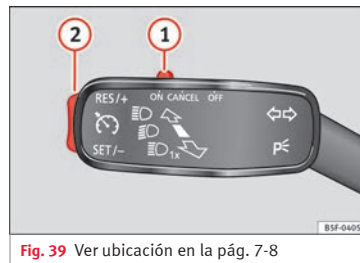

Fig. 39 Ver ubicación en la pág. 7-8
- Conectar el GRA: desplace el conmutador » » **fig. 39 1** hasta **ON**. El sistema está encendido. El sistema no regula al no haber programado ninguna velocidad.
- Activar el GRA: pulse el botón » » **fig. 39 2** en la zona **SET/-**. La velocidad actual se memoriza y regula.
- Desconectar el GRA temporalmente: desplace el conmutador » » **fig. 39 1** hasta **CANCEL** o pise el freno. La regulación se desconecta temporalmente.
- Conectar el GRA de nuevo: pulse el botón » » **fig. 39 2** en **RES/+**. La velocidad memorizada se guarda y regula otra vez.
- Desconectar el GRA: desplace el conmutador » » **fig. 39 1** a **OFF**. Se desconecta el sistema y la velocidad memorizada se borra.